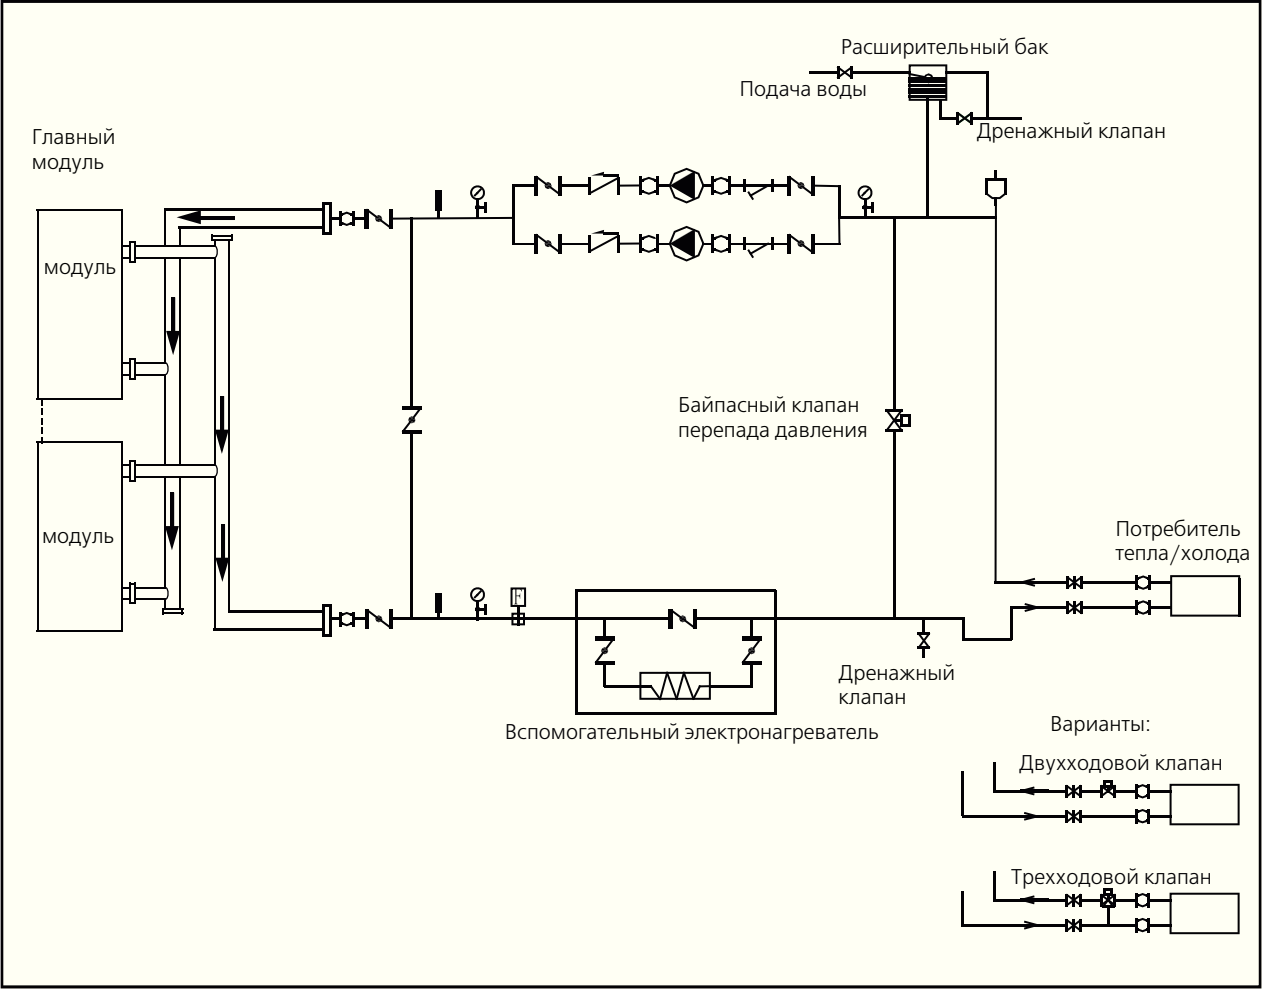

Рис. 4-1
- К теплообменнику должны крепиться перепускные трубы и байпасы, показанные на рис. 4-1, которые необходимы для облегчения очистки наружной системы водоснабжения перед настройкой модуля. Во время технического обслуживания водоснабжение теплообменника может быть перекрыто без нарушения работы других теплообменников